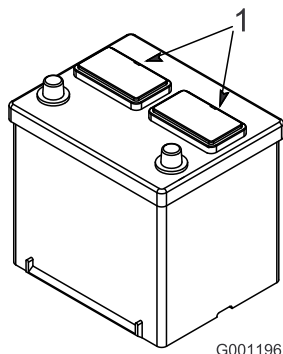

Figura 21
1. Pulite la parte superiore della batteria e togliete i tappi di sfiato (Figura 21).